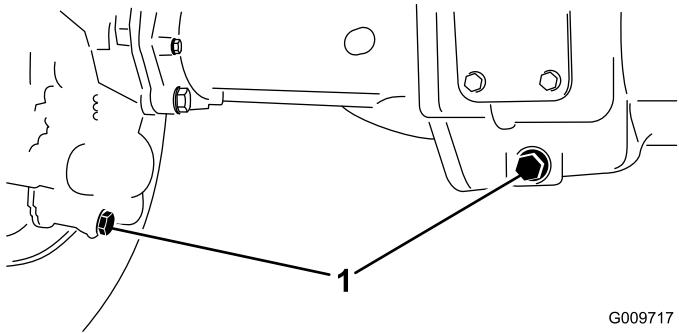

Figure 42
2. Nettoyez la surface autour des 3 bouchons de vidange, 1 à chaque extrémité et 1 au centre (Figure 42).